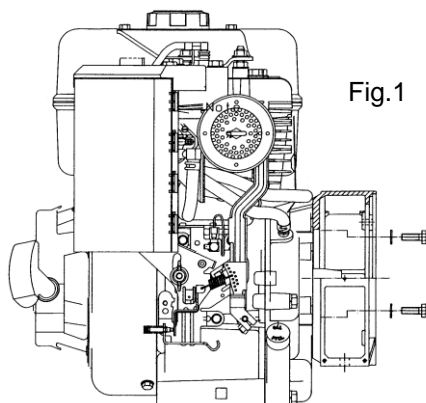
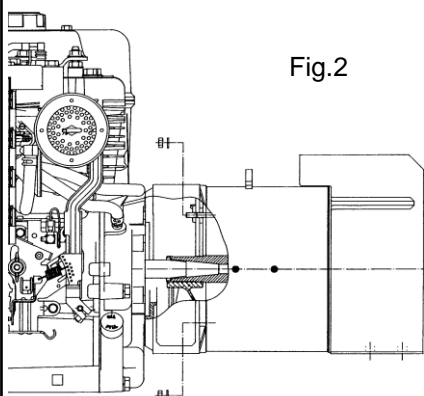
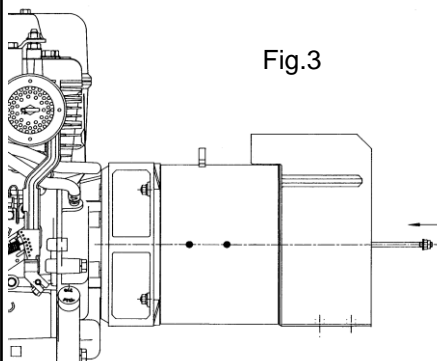

Fig.1
Fig.2
Fig.3
-) mount the front cover on the motor, fixing it with the appropriate screws and applying a tightening torque of $48 \pm 7\%$ Nm if using M10 screws or $21 \pm 7\%$ Nm for M8 screws (figure 1)
-) lock the alternator into the cover by fixing the four M8 nuts onto the bolts, applying a tightening torque of $16 \pm 7\%$ Nm (figure 2)
-) insert the central bolt into its housing and screw the nut (figure 3)
| <p>En cas de montage d'un générateur série ECP3 ayant la forme constructive B3/B9, suivre les instructions suivantes:</p> <p>-) monter le couvercle avant sur le moteur en le fixant avec les vis prévues à cet effet et en appliquant un couple de serrage de $48 \pm 7\%$ Nm si on utilise des vis M10 ou de $21 \pm 7\%$ Nm en cas de vis M8 (figure 1)</p> <p>-) bloquer l'alternateur sur le couvercle en fixant les quatre écrous M8 sur les tirants, en appliquant un couple de serrage de $16 \pm 7\%$ Nm (figure 2)</p> <p>-) enfiler le tirant central dans son logement et visser l'écrou (figure 3)</p> <p>-) bloquer le tirant central en appliquant un couple de serrage égal à $21 \pm 7\%$ Nm si on utilise des tirants M8, alors que si on emploie des tirants M14, il faut appliquer un couple de serrage égal à $120 \pm 7\%$ Nm; remonter les grilles de protection latérales et la grille de fermeture arrière en appliquant aux vis M5 un couple de serrage de $3,5 \pm 7\%$ Nm (figure 4).</p> <p>-) Éliminer les éventuelles charges axiales sur le roulement en tapant avec un marteau en caoutchouc sur la cage du roulement</p> | <p>Bei Anschluß eines Generators der Serie ECP3 mit Bauform B3/B9 müssen die folgenden Anweisungen befolgt werden :</p> <p>-) den vorderen Deckel auf den Motor setzen und ihn mit Hilfe der entsprechenden Schrauben und einem Anzugsmoment von $48 \pm 7\%$ festziehen, wenn Schrauben M10 verwendet werden, oder aber mit einem Anzugsmoment von $21 \pm 7\%$ Nm bei Verwendung von Schrauben M8 (Abbildung 1)</p> <p>-) den Umwandler auf dem Deckel befestigen und ihn mit Hilfe der vier Schraubmuttern M8 an den Zugstangen befestigen bei Aufbringen eines Anzugsmoments von $16 \pm 7\%$ Nm (Abbildung 2)</p> <p>-) Die mittlere Zugstange in ihrem Sitz einstecken und die Schraubmutter schrauben (Abbildung 3)</p> <p>-) die zentralen Stellschraube mit einem Drehmoment von $21 \pm 7\%$ Nm blockieren, sollten M8 Schrauben verwendet werden, während bei der Verwendung von M14 diese mit einem Drehmoment von $120 \pm 7\%$ Nm anziehen; die seitlichen Schutznetze sowie das hintere Abschlußrost wieder aufsetzen und hierfür ein Anzugsmoment von $3,5 \pm 7\%$ Nm auf die Schrauben M5 aufbringen (Abbildung 4).</p> <p>-) Beseitigen Sie mögliche axiale Belastungen im Lager durch Klopfen mit einem Gummihammer auf den Sitz des Lagers</p> | <p>En el caso de acoplamiento de un generador serie ECP3 con forma constructiva B3/B9, siga las instrucciones siguientes :</p> <p>-) monte la tapa anterior encima del motor sujetándola con sus tornillos y aplicando un par de torque de $48 \pm 7\%$ Nm si utiliza tornillos M10, o de $21 \pm 7\%$ Nm si utiliza tornillos M8 (fig. 1)</p> <p>-) sujete el alternador en la tapa fijando las cuatro tuercas M8 en los tirantes, aplicando un par de torque de $16 \pm 7\%$ Nm (fig. 2)</p> <p>-) introducir el tirante central en su lugar y enroscar la tuerca (fig. 3)</p> <p>-) bloquear el tirante central aplicando una pareja de cierre igual a $21 \pm 7\%$ Nm si se emplean tirantes M8, mientras, si se emplean tirantes M14, aplicar una pareja de cierre igual a $120 \pm 7\%$ Nm; vuelva a montar las redecillas de protección laterales y la rejilla de cierre posterior, aplicando a los tornillos M5 un par de torque de $3,5 \pm 7\%$ Nm (fig. 4).</p> <p>-) Eliminar posibles cargas axiales en el rodamiento golpeando ligeramente con un martillo de goma el alojamiento del mismo rodamiento.</p> |